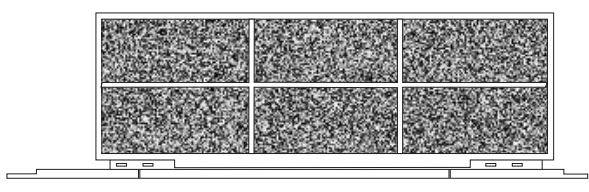
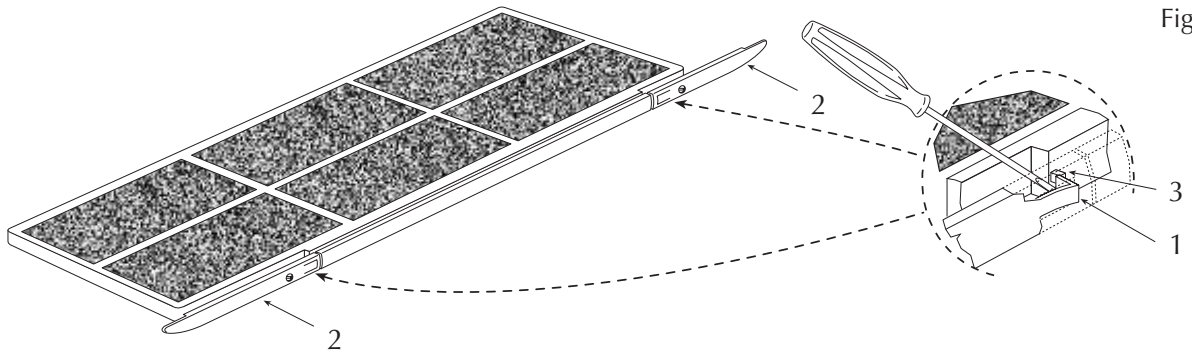

Fig. 3
Fig. 4
- Saque las conexiones eléctricas por el lateral derecho, quite el troquelado y traslade el pasacables (9) de la derecha a la izquierda;
- traslade las conexiones eléctricas al lado izquierdo, insertándolas en el pasacables (9);
- corra a la izquierda la placa de bornes (10) y el borne de puesta a tierra (11);
- en las versiones FCX-AS, el filtro de aire debe adaptarse a la nueva configuración modificando la posición del soporte externo respecto al marco del filtro (Fig. 3); levante la pestaña (12 Fig. 4) con un destornillador y corra el soporte externo (13) hasta que la pestaña pase más allá del diente (14). Suelte la pestaña de forma tal que la posición relativa entre el soporte y el filtro sea la que se ilustra en la figura 3.